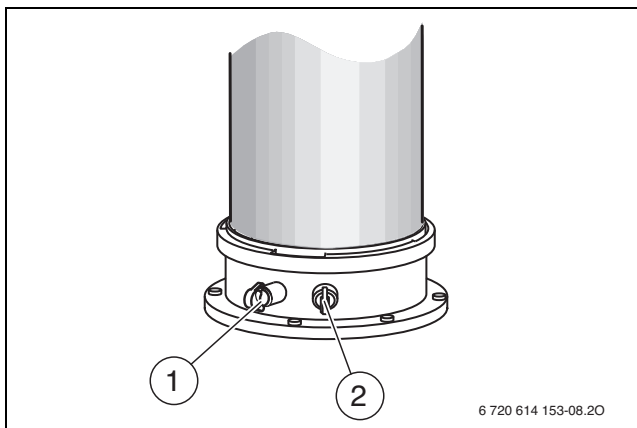

Рис. 93 Измерительный штуцер отработавших газов и патрубок для замера параметров воздуха для горения
- ▶ Снимите заглушку с патрубка для замера параметров воздуха для горения (→ рис. 93, [2]).
- ▶ Снимите заглушку с измерительного штуцера отработавших газов (→ рис. 93, [1]).